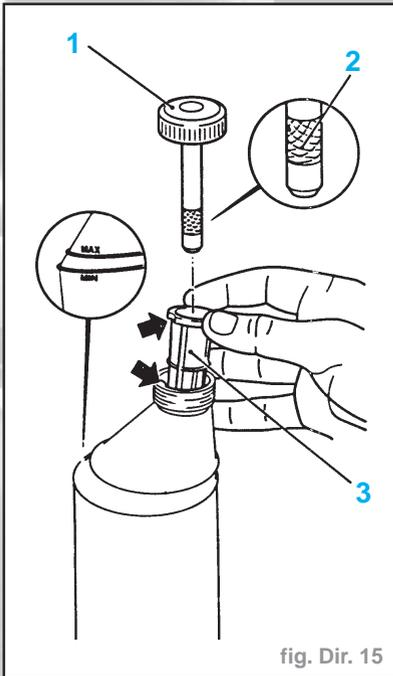

fig. Dir. 15
- dévisser le bouchon fileté du réservoir d'huile. Retirer le tamis d'huile (3) du réservoir d'huile et contrôler, si celui-ci présente des impuretés, si nécessaire le nettoyer soigneusement. Ensuite, replacer le tamis d'huile dans le réservoir d'huile tout en veillant à ce que l'évidement du réservoir d'huile et le guidage du tamis d'huile soient bien alignés (flèche) (fig. Dir. 15).
- le remplissage d'huile spécial se fait jusqu'au repère "MAX" ou jusqu'au rebord supérieur du moletage (2) de la jauge d'huile dans le réservoir d'huile, pour éviter un remplissage excessif, visser plusieurs fois le bouchon-jauge sur le réservoir et le retirer pour con-